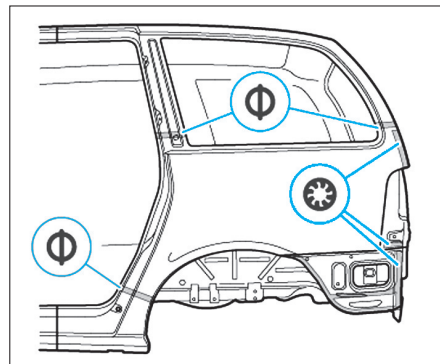

FIG. 58
- Souder le panneau latéral à la pointeuse électrique (Fig.58).